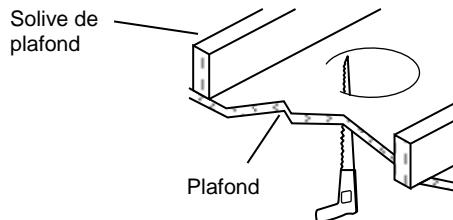

Fig. 1
2. Utilisez une scie à guichet pour pratiquer une ouverture de  $3 \frac{1}{4}$  po (8,3 cm) de diamètre dans la cloison du plafond. (Fig. 1) (**Note:** veiller à ce que l'ouverture ne dépasse pas les dimensions prescrites par le gabarit. Une ouverture trop grande pourrait nuire à l'installation adéquate du luminaire.)